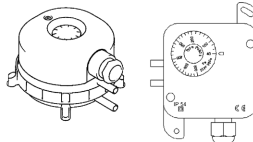

Рис. 4
- Реле давления, используемые для индикации загрязненности фильтров, показаны на Рис. 4.